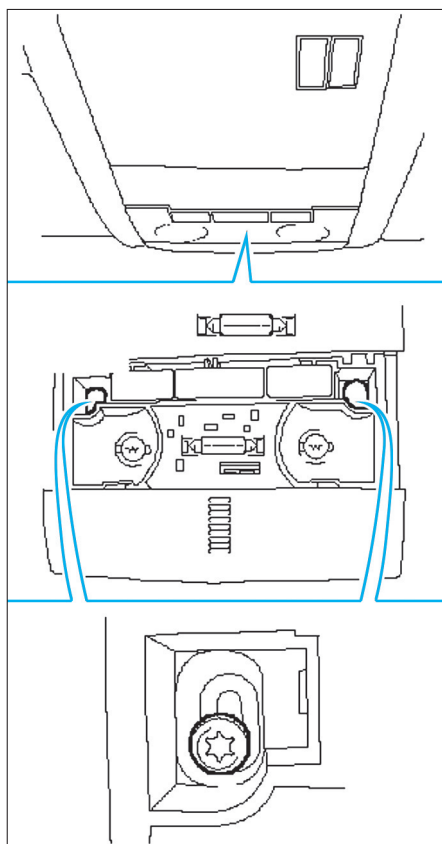

FIG. 68
- les plafonniers avant et arrière (fig. 68).